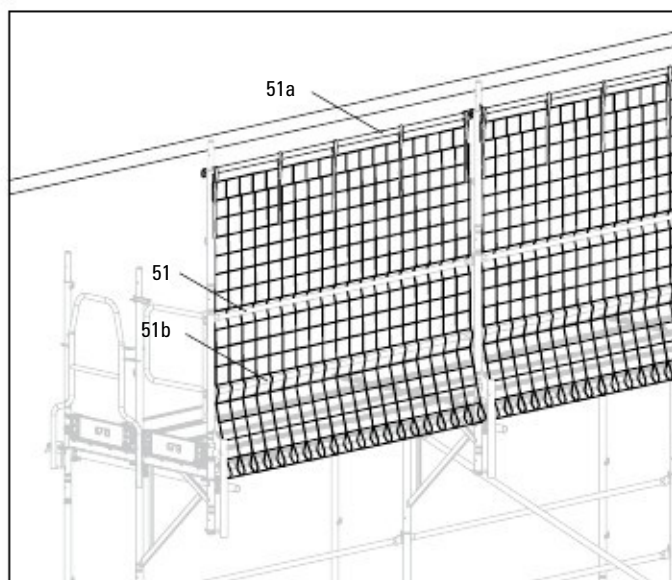

Fig. D2.04
3. Поставете предпазната мрежа пред парапетите (51) и зад междинните парапети (51b).
- (Fig. D2.04 + D2.04a)